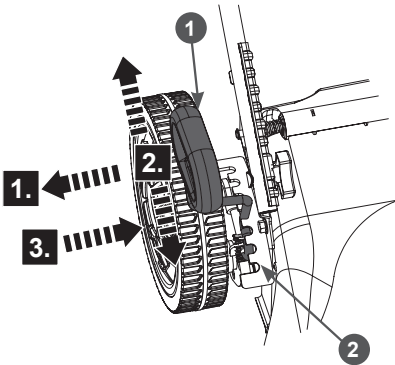

Рис.16. Регулировка высоты скашивания
- А) выведите рычаг 1 регулировки из зацепления с гребёнкой 2 (Рис. 16);
- Б) переместите рычаг в требуемое положение и снова введите в зацепление рычаг 1 и гребёнку 2 (Рис. 16). В соответствии с разделом **ЗАПУСК ДВИГАТЕЛЯ** запустите двигатель и прогрейте его. После прогрева двигателя включите привод хода, нажав рычаг включения хода, и начните работу.
- При кошении высокой травы установите максимальную высоту скашивания рычагом регулировки (Рис. 16). Это снизит нагрузку на двигатель и предотвратит его перегрузку.